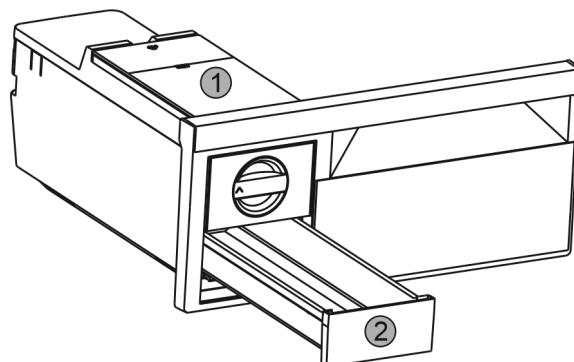

Fig. 45
- Зняти бак для води Fig. 45 (1) та висувний ящик для виробництва кубиків льоду Fig. 45 (2).